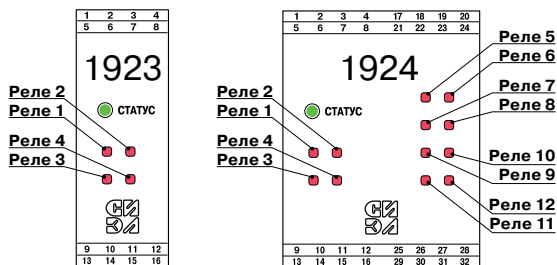

Рис.2.
3.4.3. Светодиоды индикации срабатывания реле расположены на лицевых панелях модулей: см. рис. 2.